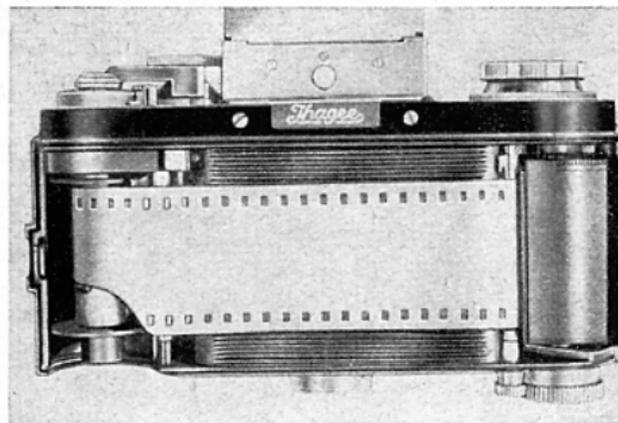

Abb. 34
Das Filmband muß gerade und ohne Wölbung nach oben über die Filmbahn und die Zahntrummel (31) zur Aufwickelspule (29) laufen (Abb. 34). Die Zähne der Zahntrummel (31) müssen dabei auf beiden Seiten in die Perforation des Films eingreifen. Rückwand (40) wieder schließen (siehe Abschnitt A). Die Aufwickelspule und der Film dürfen beim Schließen der Kamera nicht aus ihrer Lage kommen.